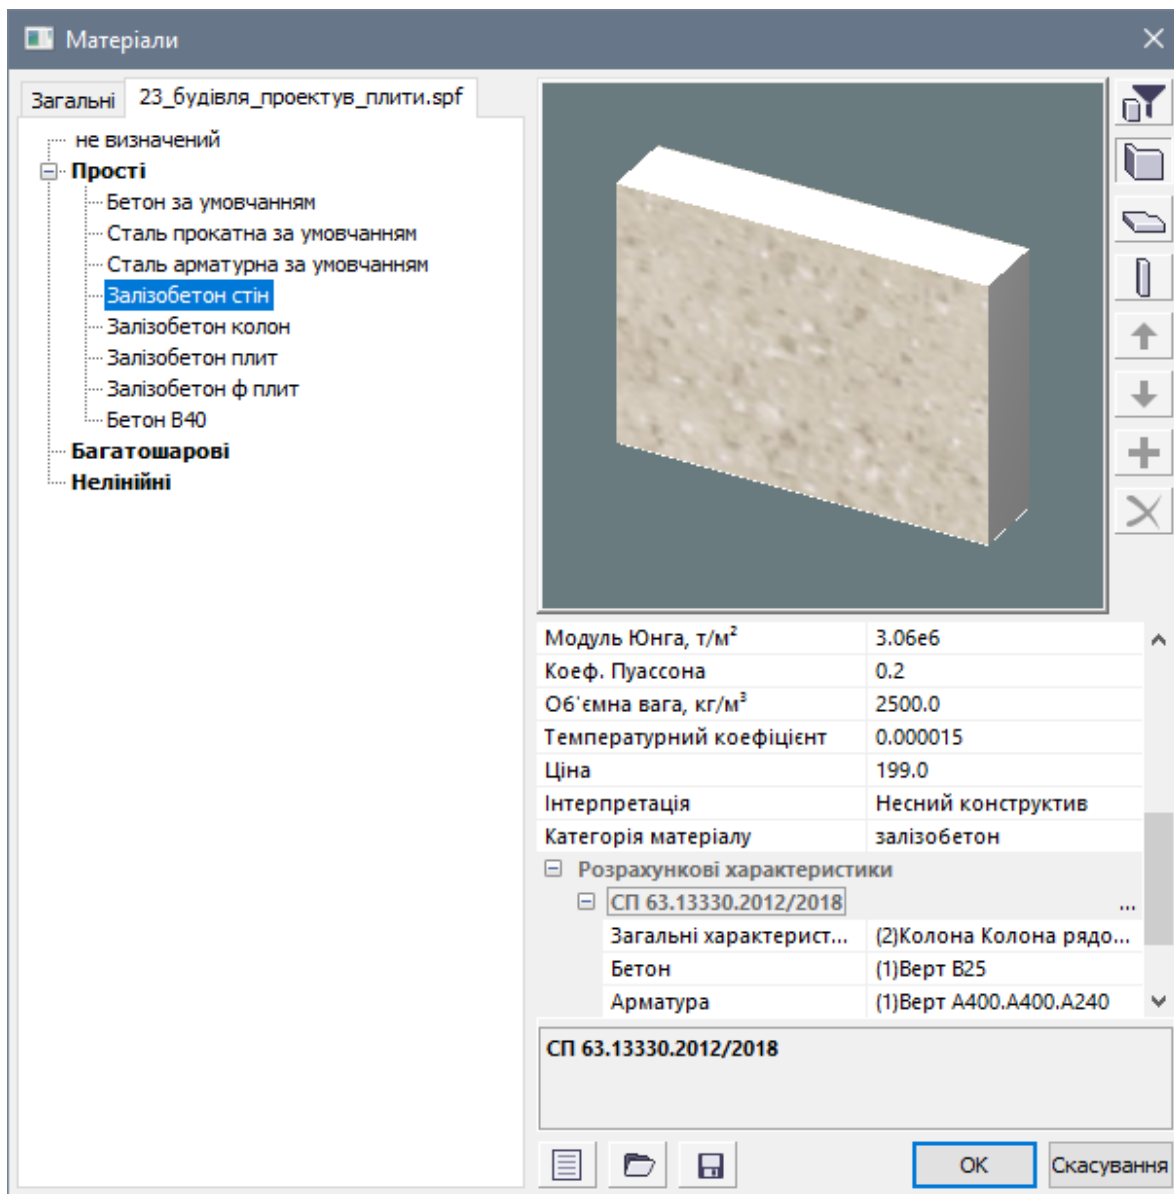

Рис. 23.26. Діалогове вікно **Матеріали**
- У діалоговому вікні **Матеріали** (рис. 23.26) оберіть зі списку **Залізобетон колон** і в правій частині вікна натисніть праворуч від норм по кнопці .